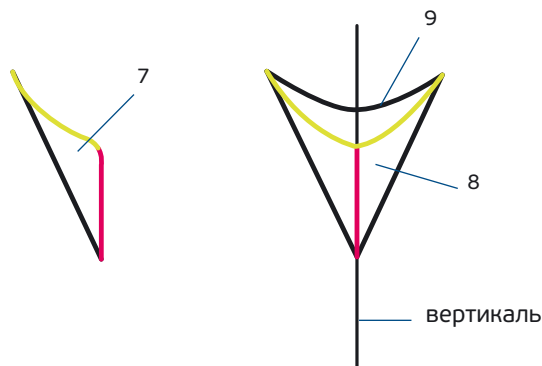

РИС. 2
7. Скопируйте на другой лист деталь ластовицы, полученную во время конструирования (рис. 2).